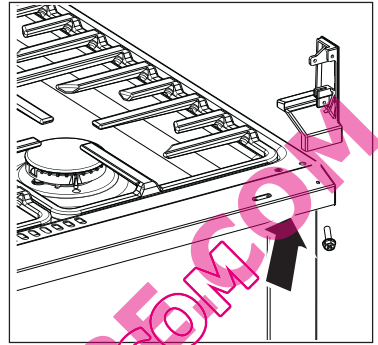

Fig. 5
3. Après avoir ôté du plan de cuisson les traces de graisse et résidus de film éventuels, fixez les deux supports à l'arrière du plan de cuisson en utilisant les deux vis, en veillant à ne pas recouvrir les fentes d'aération (fig. 5).